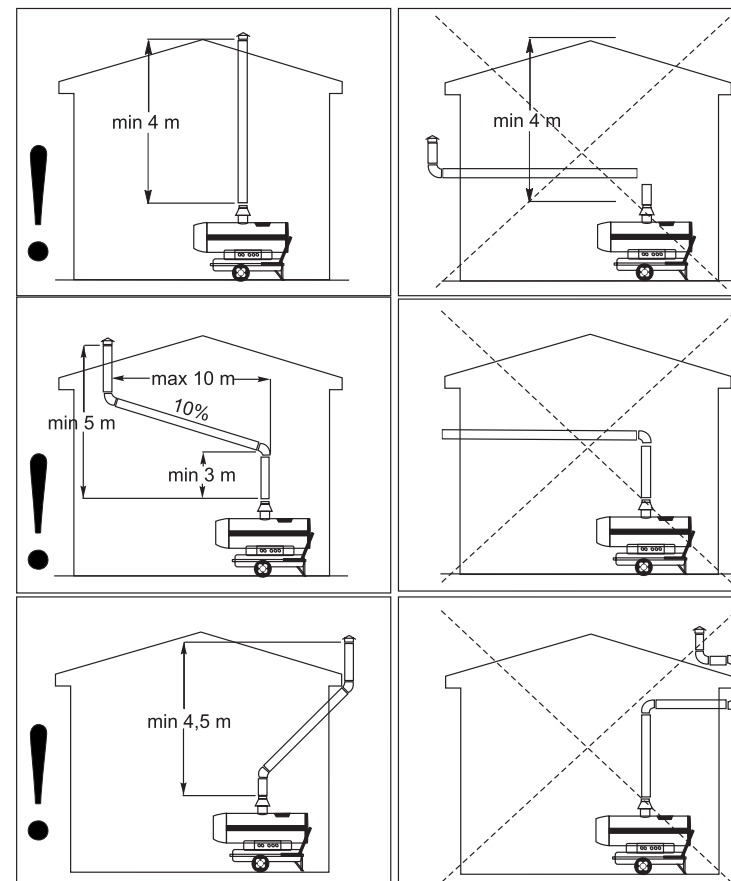

Рисунок 2 — Схема подключения аппарата к дымоходной трубе
- Одновременно запальное устройство, смонтированное в камере сгорания, производит розжиг горючей смеси. Горючая смесь образует горящую топливовоздушную струю высокой температуры и направленности. Пройдя через камеру сгорания, топливовоздушная струя полностью сгорает, нагревая при этом ее стенки и дефлектор. Продукты сгорания топливовоздушной струи выходят через дымоотводящий патрубок 4 аппарата и далее в дымовую трубу. Дымовая труба отводит дымовые газы за пределы здания (см. рис. 2). При прекращении подачи электроэнергии (независимо от причины), затухании пламени или при перегреве, автоматика безопасности отключает аппарат, тем самым предотвращая возможные аварийные ситуации.
- Выполните все мероприятия по обеспечению помещения, которое будет обогреваться данным аппаратом устройством естественной или принудительной приточно-вытяжной вентиляции. Выполните требования раздела «Правила безопасности» данной инструкции. Подключите аппарат к дымовой трубе (см. рис. 2).